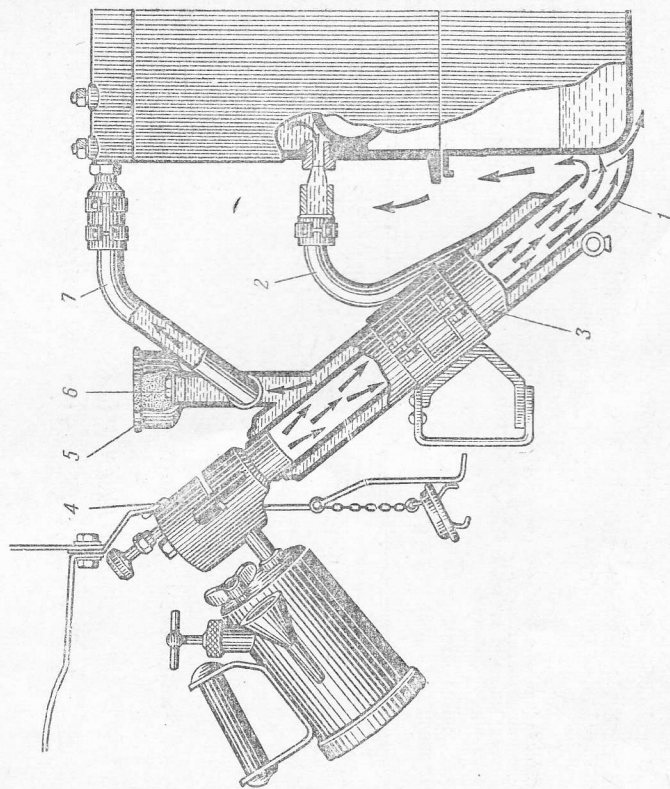

Рис. 49. Пусковой подогреватель:
**Пусковой подогреватель** (рис. 49) состоит из жаровой трубы 1, проходящей внутри водяного котла 3. Водяной котел соединен